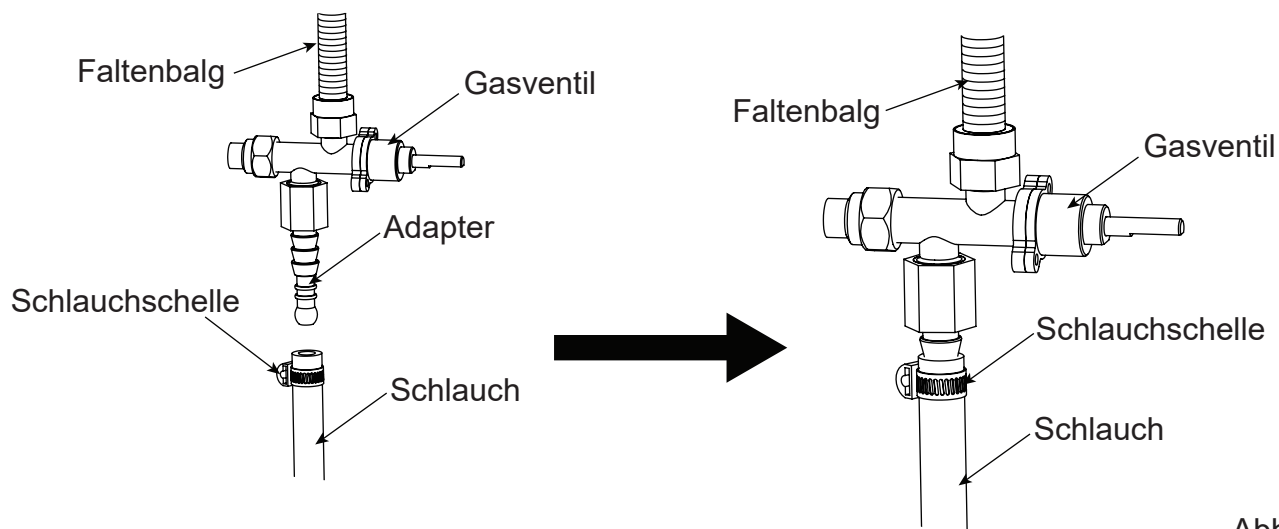

Abbildung 5
6. Bereiten Sie Schlauch und Schlauchschelle vor, stecken Sie den Adapter in den Schlauch und ziehen Sie ihn mit der Schlauchschelle fest (siehe Abbildung 5).